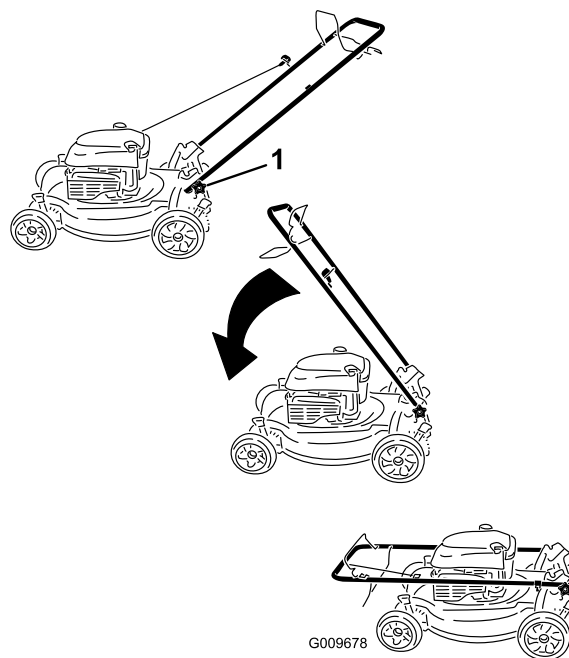

Figure 30
1. Desserrez les boutons du guidon jusqu'à ce que le guidon bouge librement (Figure 30).
1. Bouton du guidon (2)
2. Pliez le guidon en avant de la manière indiquée (Figure 30).